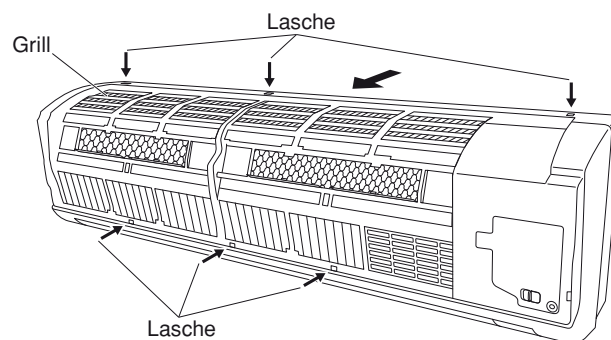

Abb. 18a-2
- (3) Drücken Sie die 3 Laschen auf der Oberseite des Grills und die 3 Laschen an der Vorderseite hinein, um den Grill vom Rahmen zu trennen (Abb. 18a-2).
- (4) Ziehen Sie den Grill nun zu sich heraus, um ihn zu entfernen (Abb. 18a-2).